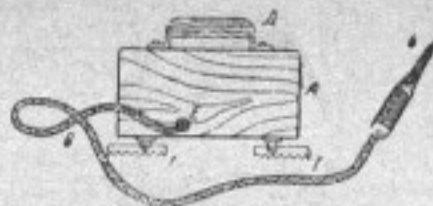

Рис. 5. Прибор для проверки пластмассовых сосудов (акк. 3 СТ—16—V (3 СТ—80) и 3 СТ—16—VII (3 СТ—112).
8. Все батареи, заключенные в общем пластмассовом сосуде типа З СТ-16-У позволяют применять прибор, изображенный на рис. 5. Незаметные трещины, пористость пластмассы и другие подобные неисправности сосуда батареи (боковых стенок и дна) быстро и без труда отыскиваются при помощи этого прибора током высокого напряжения.